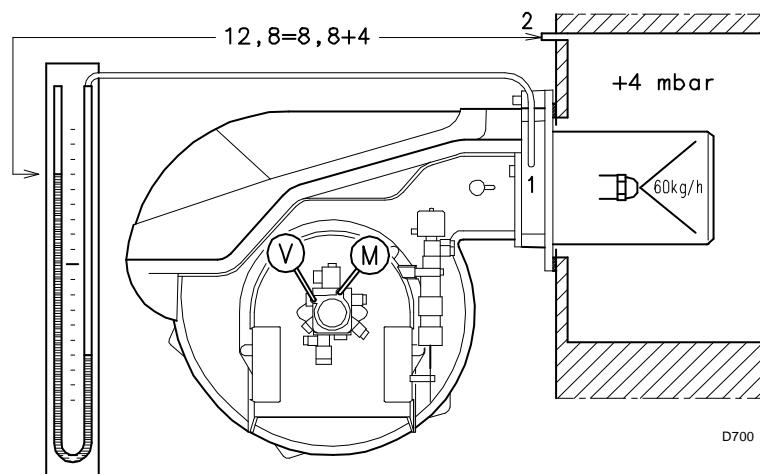
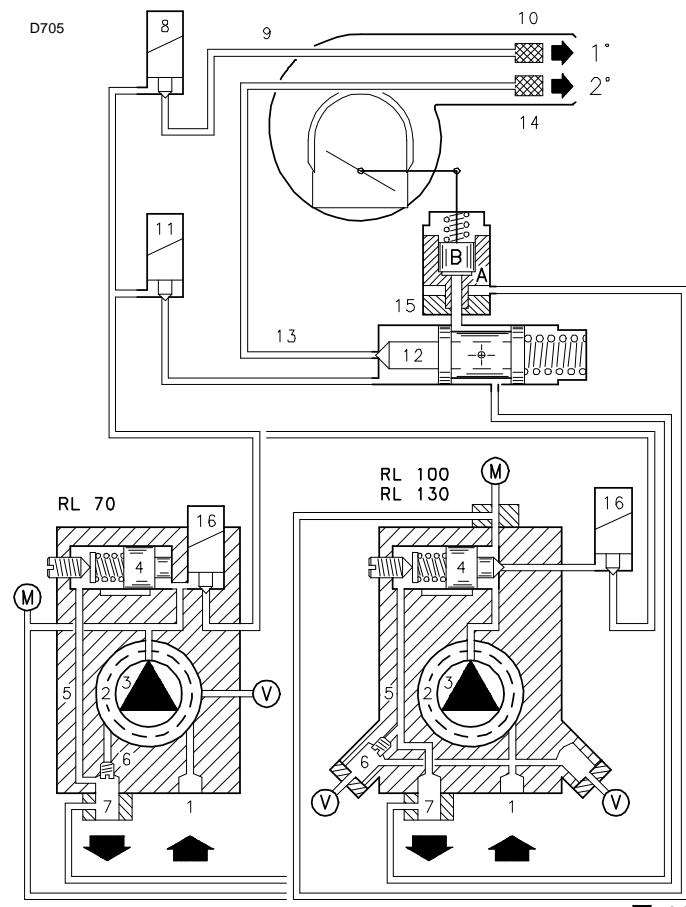

图 22
图 24
- 若从螺栓 3 处有油漏出，则油泵注油成功。关闭燃烧器，将开关 1(图 22 第 20 页)置于“OFF”位置并拧紧螺栓 3)。
将开关 2 ( 图 22 ) 置于一段火运行处以保持燃烧器在一段火时的平稳运行。风量挡板 6) ( 图 24 ) 的开启程度必须根据所选喷嘴进行调整；指针 1) ( 图 23 ) 必须与标有刻度的扇型刻度盘 7) ( 图 23 ) 相应位置对齐。可以用六角螺丝进行调整 2) ( 图 24 )：
调整结束后，用螺母 1) 将六角螺丝 2) ( 图 24 ) 拧紧。
将开关 2(图 22 第 20 页)置于二段火运行位置,松开螺母 3(图 24)后,转动六角螺丝 4(图 24)调整风量挡板 6(图 24)。
为了方便地调整六角螺丝 2) 和 4) (图 24), 可使用 3 mm 六角扳手 5) (图 24)。